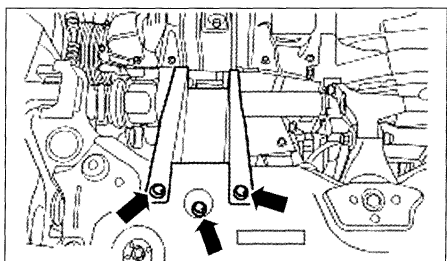

FIG. 42
- Si es necesario, desmontar la caja deformable (fig. 42).
- si está desmontada, apretar las fijación de la caja deformable a 4 daNm (fig. 42).